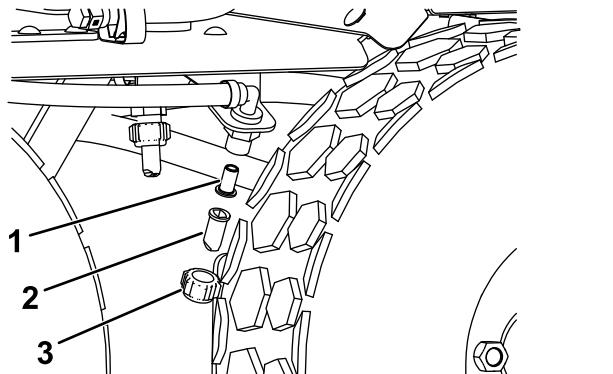

Figura 56
- Limpie la zona alrededor de la boquilla de pulverización (Figura 56).